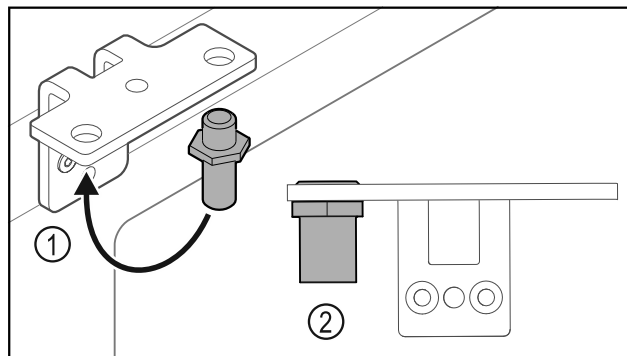

Fig. 33
- ▶ Переставьте палец Fig. 33 (1) в шарнирном уголке.
- ▶ Затяните палец Fig. 33 (2) с моментом 12 Нм.